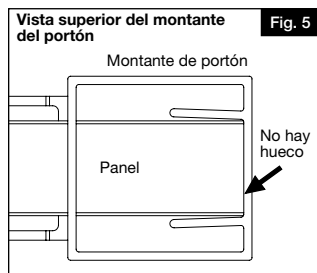

Fig. 5
- b. Rack the panel at the desired angle and push the panel to the back of the upright (A) to where there is no gaps (Fig. 5).
- b. Trasegue el panel en el ángulo deseado y empuje el panel hacia la parte posterior del montante (A) hasta que no quede ningún hueco (Fig. 5).